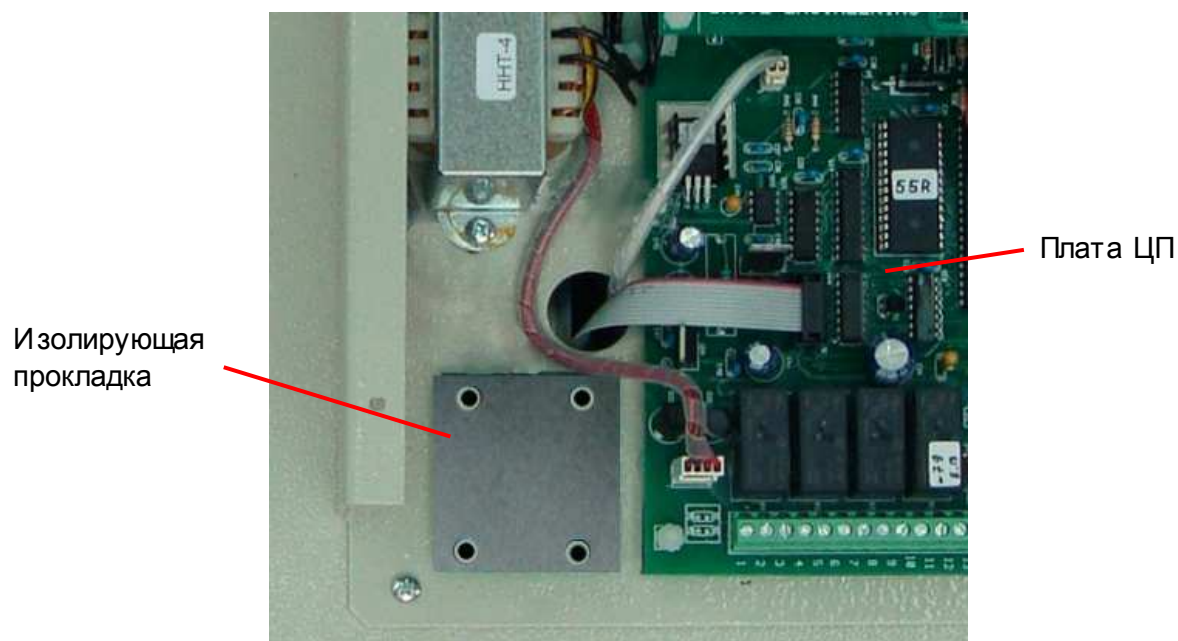

Рис. 7.18
7.7.1. Расположить изолирующую прокладку платы предохранителя как указано на рис. 7.18.